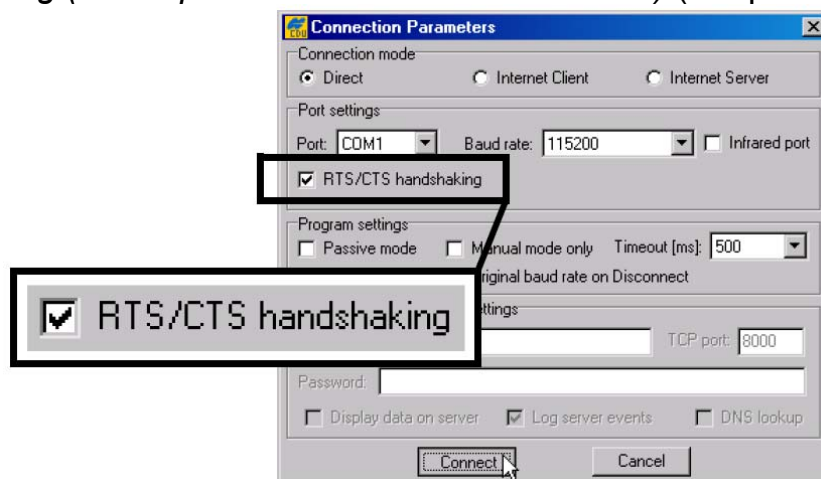

Рисунок 5-9. Диалоговое окно Connection Parameters – флажок RTS/CTS handshaking
2. Запустите программу PC-CDU. В диалоговом окне **Connection Parameters (Параметры интерфейсов)** выставьте флажок *RTS/CTS handshaking* (квитирование сигналами RTS/CTS) (см. рис. 5-9).